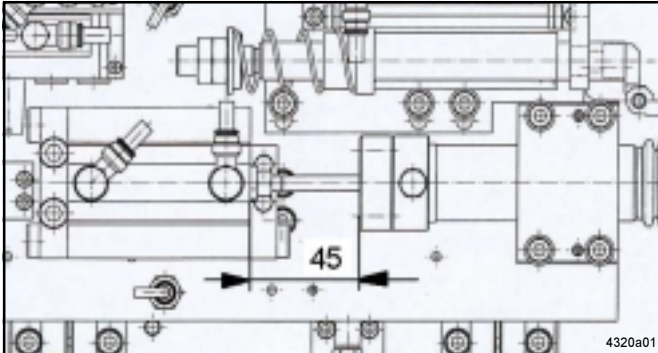

Abb. 6: Abstand Schmierkopf zum Schmierkopfzylinder
- vor der Einstellung der Höhenposition den Abstand 45 zwischen Schmierkopf und Schmierkopfzylinder prüfen (siehe Abb. 6)